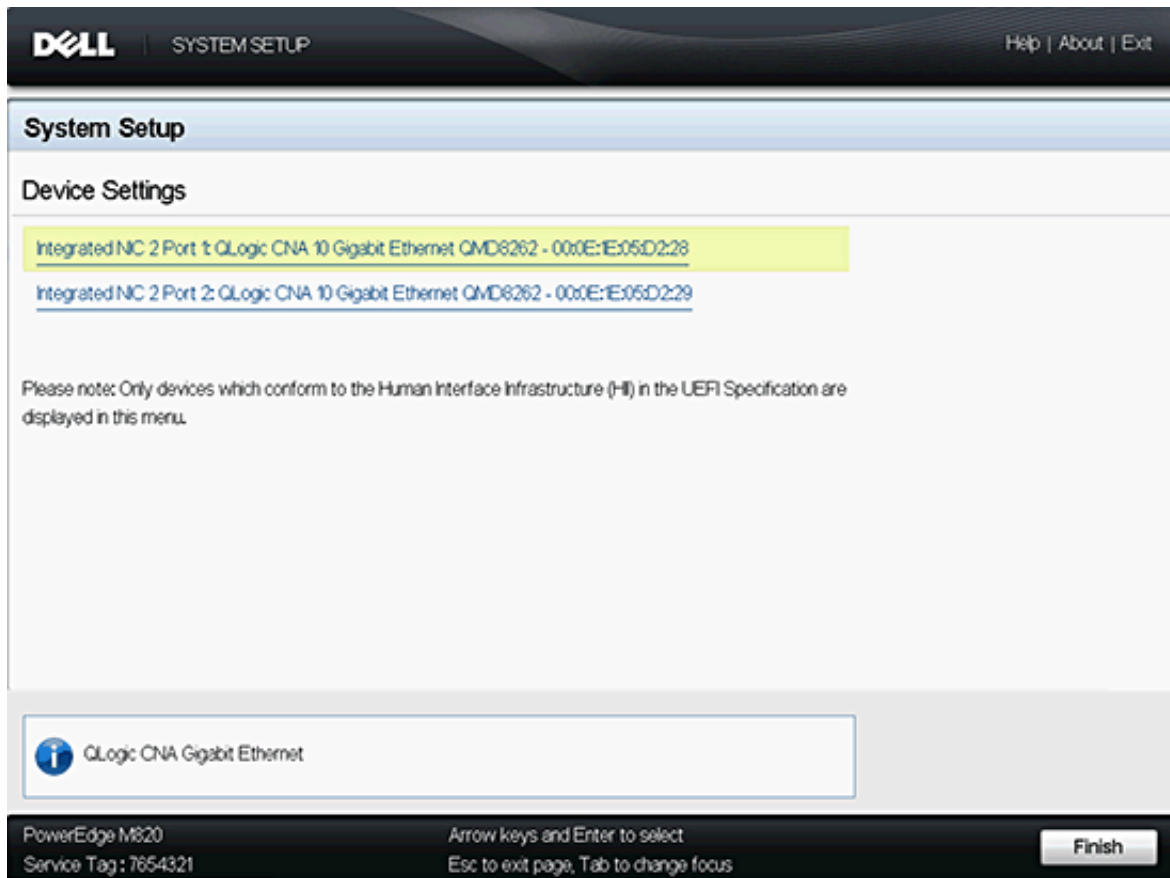

Abbildung 4-4. Auswahl des zu konfigurierenden Gerätes
3. Wählen Sie im Geräteeinstellungsbildschirm den Adapter aus, den Sie konfigurieren möchten, oder zu dem Sie Informationen anzeigen möchten (siehe Abbildung 4-4).